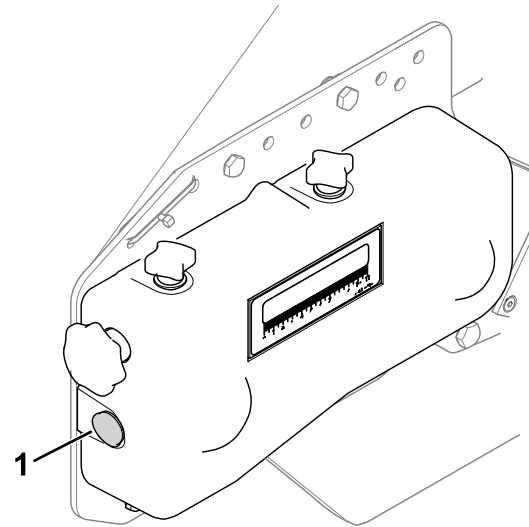

Figura 14
1. Retire el tapón de llenado (Figura 14) del lateral de la caja de engranajes.